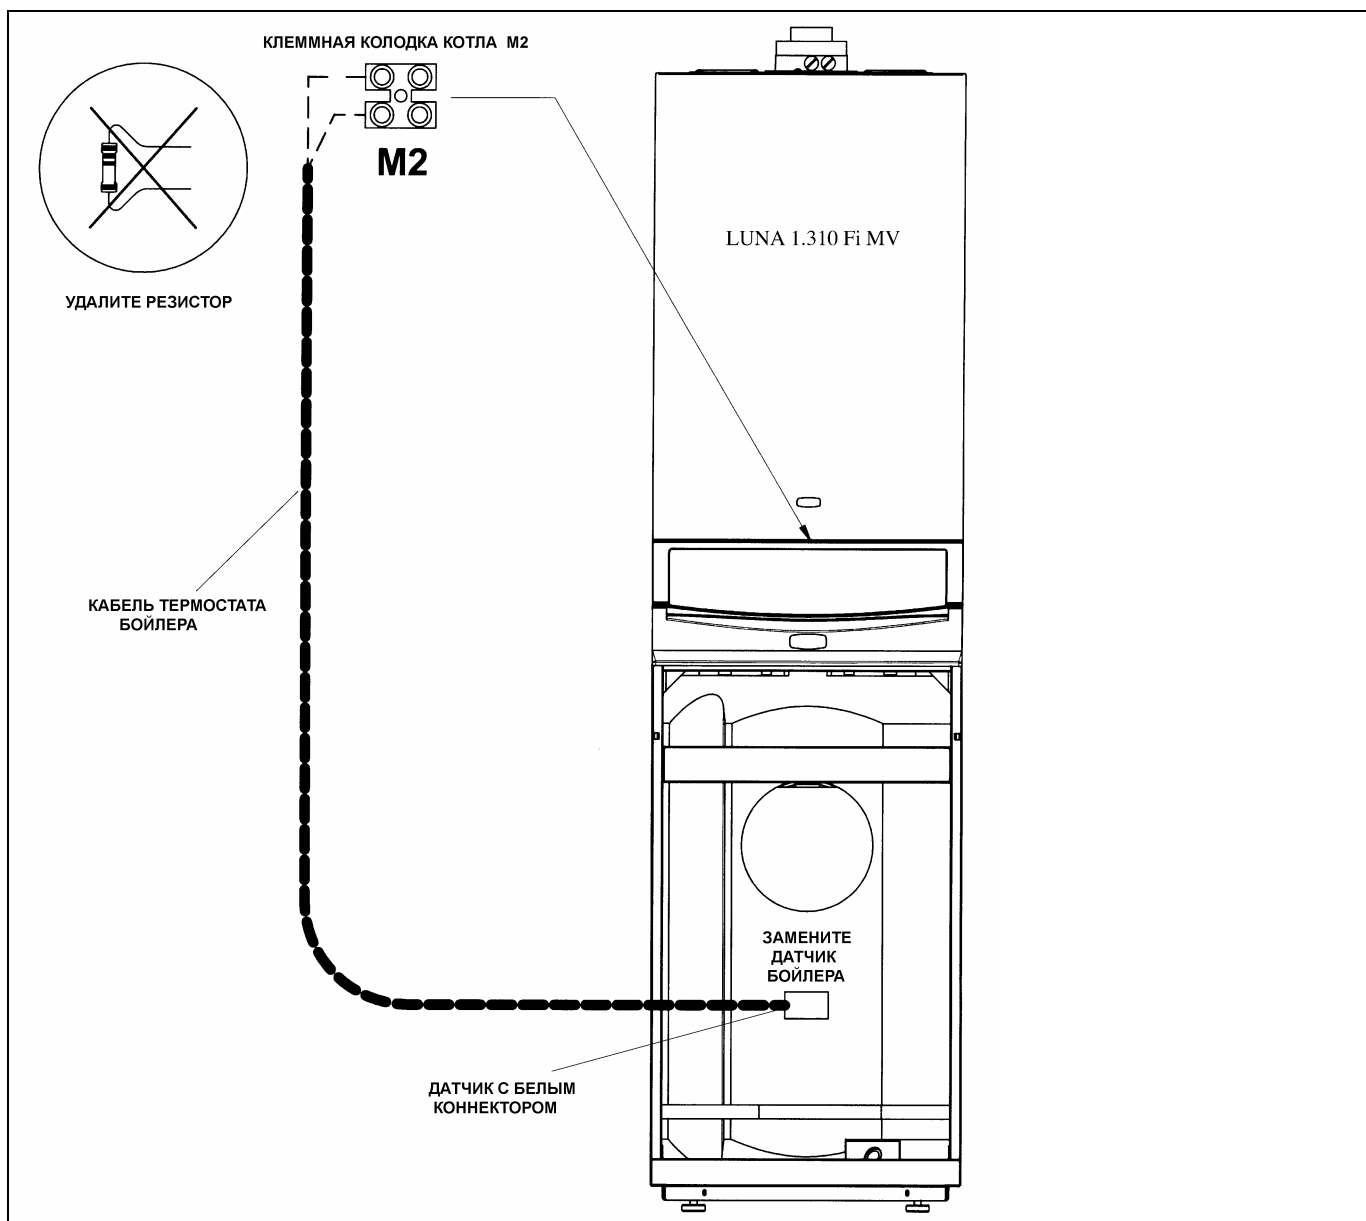

Рис. 3 Присоединение датчика бойлера
- Присоедините кабель датчика NTC контура ГВС Modulo к клеммам 9 и 10 на разъеме M2 (рис.3), предварительно удалив сопротивление.